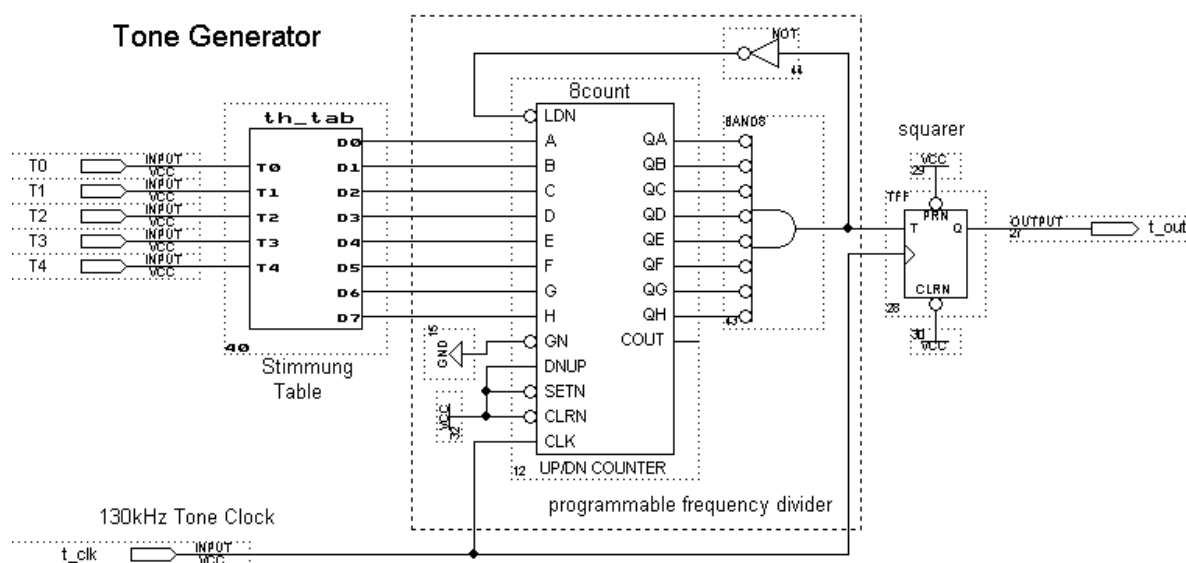
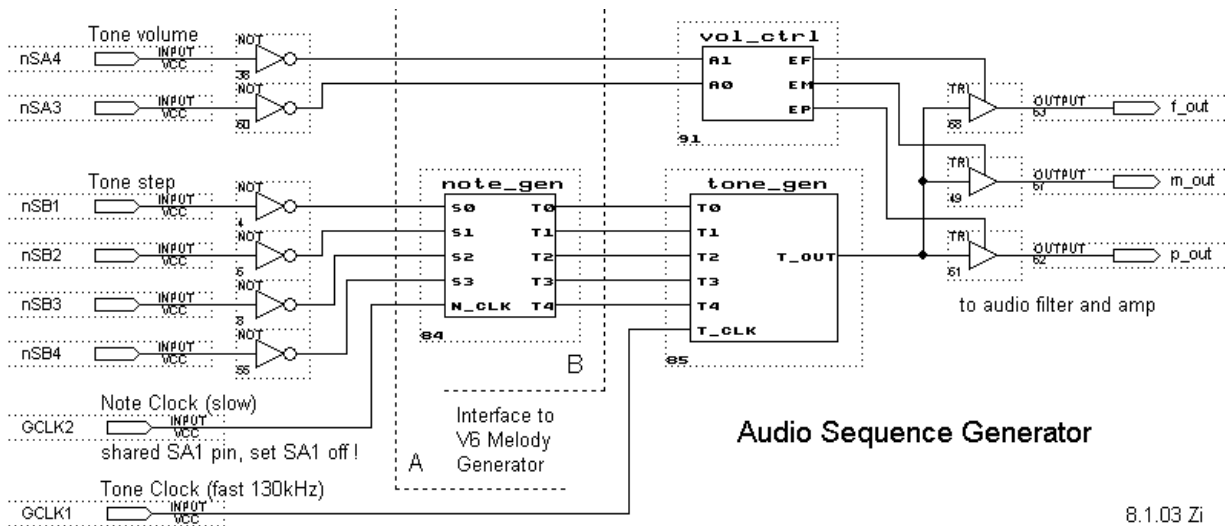

Bild 2.1: Ton Generator (ton\_gen.gdf)
Bild 2.2: Sequenz Generator.
Das Endziel des Praktikums ist es einen einfachen Audio-Synthesizer zur Erzeugung kurzer Melodien (System Handy-Ruf) auf dem PLD-Board zu realisieren. Dies werden wir im Versuch 6 machen, wo Sie Melodien nach Noten programmieren und/oder mit einem digitalen pseudo Zufallsgenerator automatisch erzeugen können. Im Versuch 5 begnügen wir uns damit, Tonsequenzen (Tonleitern) zu generieren. Die Blockschaltung des Sequenz Generators zeigt das Bild 2.2. Auf dieses bezieht sich auch die folgende Beschreibung der verschiedenen Komponenten.
Das Kernstück des Synthesizers (siehe Bild 2.2) ist der Tongenerator der eine Reihe von programmierbaren Frequenzen (Tonhöhen) erzeugen kann. Dazu eignet sich ein programmierbarer Zähler. Die Tonhöhe ergibt sich aus der Taktfrequenz dividiert durch die programmierte Länge des Zählers. Mit einem 8-Bit Zähler können für unsere Anwendung genügend genau 32 Töne in temperierter Halbtonstimmung (Intervall  $2^{-12} = 1.059463$ ) erzeugt werden. Dies entspricht ca. 2.5 Oktaven. Für die Auswahl der Halbtöne genügen 5 Bits. Die Umsetzung von Ton (Halbton-nummer) auf 8-Bit Zählerlänge erfolgt mit einer Tabelle. Diese bestimmt die Stimmung des Synthesizers und könnte leicht an andere Stimmungen angepasst werden. Den vollständigen Tongenerator finden sie als *Tone\_Gen.gdf* im *V5\_FilePack*. Das folgende Bild 2.1 zeigt den gewählten Aufbau.
Das Schema des Sequenz Generators zeigt das Bild 2.2. Zusätzlich zum Ton- und Noten- Generator ist ein Volumen (Lautstärke) Kontroll-Block (vol\_ctrl) vorhanden, mit dem die drei Tri-State Tonausgänge (f\_out, m\_out, p\_out) über die Schalter SA3 und SA4 (Tone volume) einzeln ein- oder alle ausgeschaltet werden können. Bereits eingezeichnet sind die zwei Schnittstellen (A, B, Interface to V6 Melody Generator) über welche im Versuch 6 der Ausbau zum Melodie Generator erfolgen wird.
Der Sequenz Generator ist gemäss Bild 2.2 bereits als Schema (*Seq\_gen\_2\_vt.gdf*) im *V5\_FilePack* mit einer Tonanzeige auf DA und DB erweitert vorhanden. Gehen sie für alle Aufgaben davon aus.
8. Wie funktioniert der programmierbare Frequenzteiler (Zähler) im Ton Generator (Bild 2.1) und welche Aufgabe hat das T-Flip-Flop am Ausgang? → **B**